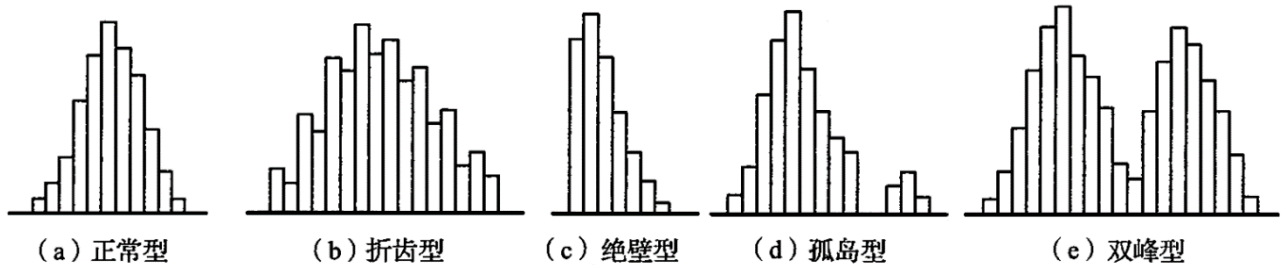

图 3.3.5 直方图常见图形
当生产条件正常时，直方图应该是中间高，两侧低，左右接近对称的正常型图形，如图 3.3.5 (a) 所示。
1) 折齿型分布。这多数是由于作频数表时，**分组不当或组距确定不当所致**，如图 3.3.5 (b) 所示。
2) 绝壁型分布。直方图的分布中心偏向一侧，通常是因操作者的**主观因素所造成**，如图 3.3.5 (c) 所示。
3) 孤岛型分布。出现孤立的小直方图，这是由于少量**材料不合格，或短时间内工人操作不熟练所造成**，如图 3.3.5 (d) 所示。
4) 双峰型分布。一般是由于在抽样检查以前，**数据分类工作不够好，使两个分布混淆在一起所造成**，如图 3.3.5 (e) 所示。